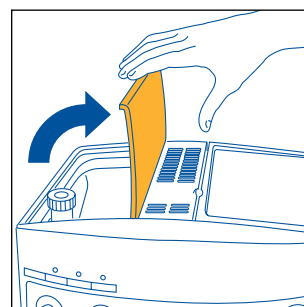

Fig. 2
- Abra a tampa do recipiente de café em grão (fig. 2).